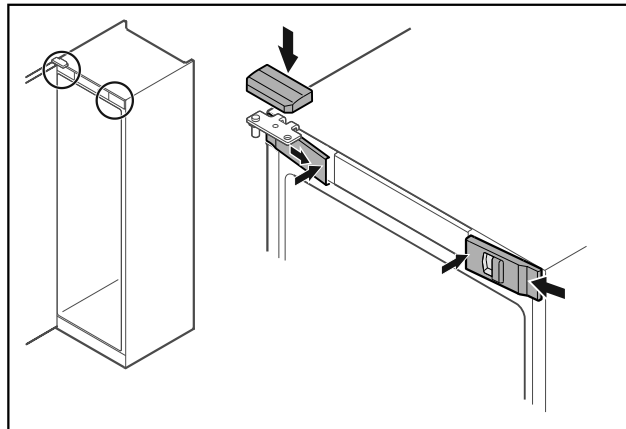

Fig. 46
- Z boku założyć przednie osłonki Fig. 46 (1) i zaczepić.
- Górną osłonkę Fig. 46 (2) zaczepić od góry.